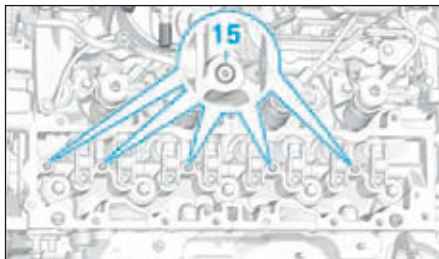

FIG.85
- Remplacer systématiquement les joints (15) (Fig.85).